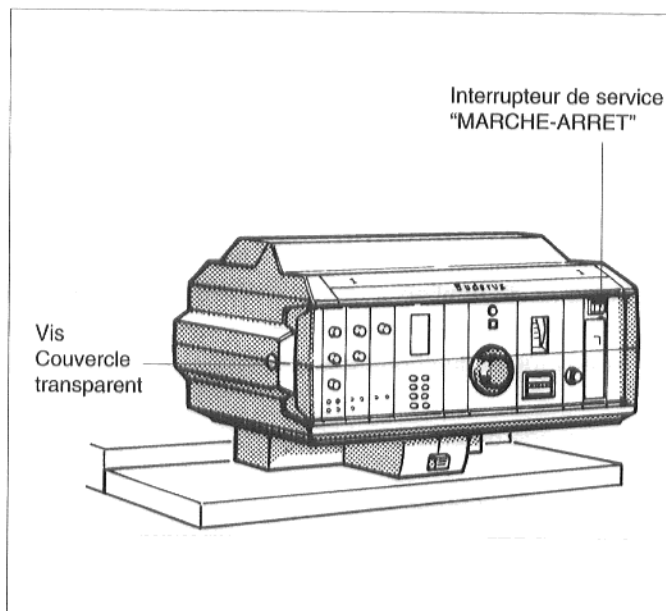

Fig. 27
- Mettre la fente de la vis du couvercle transparent de l'appareil de régulation (fig. 27) en position horizontale, à l'aide d'une pièce de monnaie par ex. Retirer le couvercle transparent en le tirant vers l'avant.
- Mettre l'interrupteur de service (fig. 27) en position 0 (ARRET).